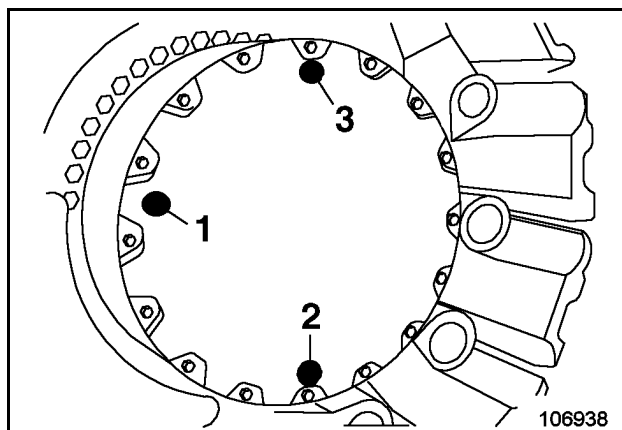

Fig. 3-104:
- Desplazar la máquina hasta que los tornillos de cierre (1, 2 y 3, Fig. 3-104:) se encuentren en la posición mostrada.
- Desenroscar el tornillo de cierre (2) y purgar el aceite por completo. Será más fácil la salida del aceite si se desenrosca el tornillo de cierre (3).
- Enroscar el tornillo de cierre (2).